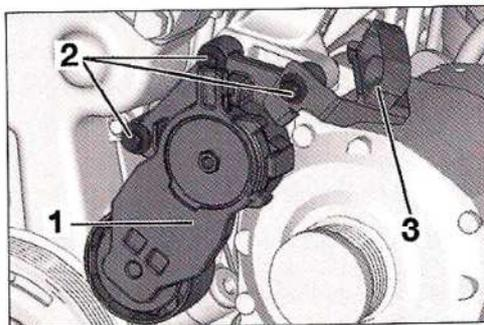

FIG. 14
- Los tornillos de fijación (2) (Fig.14).
- La pata (3)
- El rodillo tensor (1)